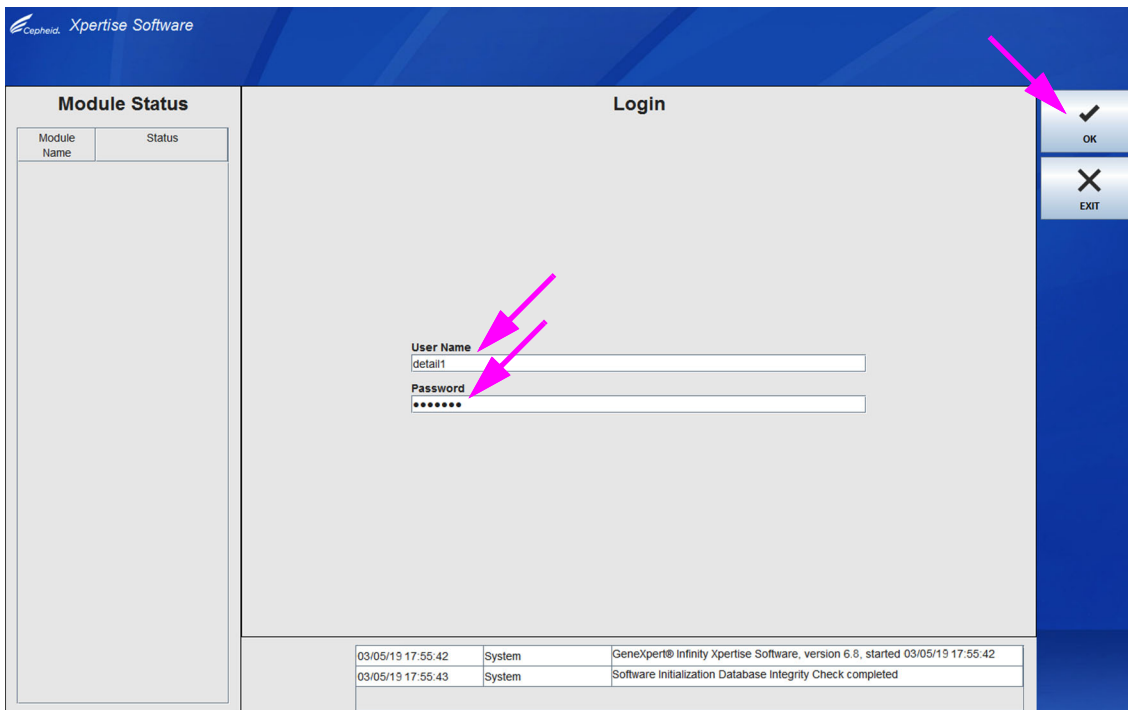
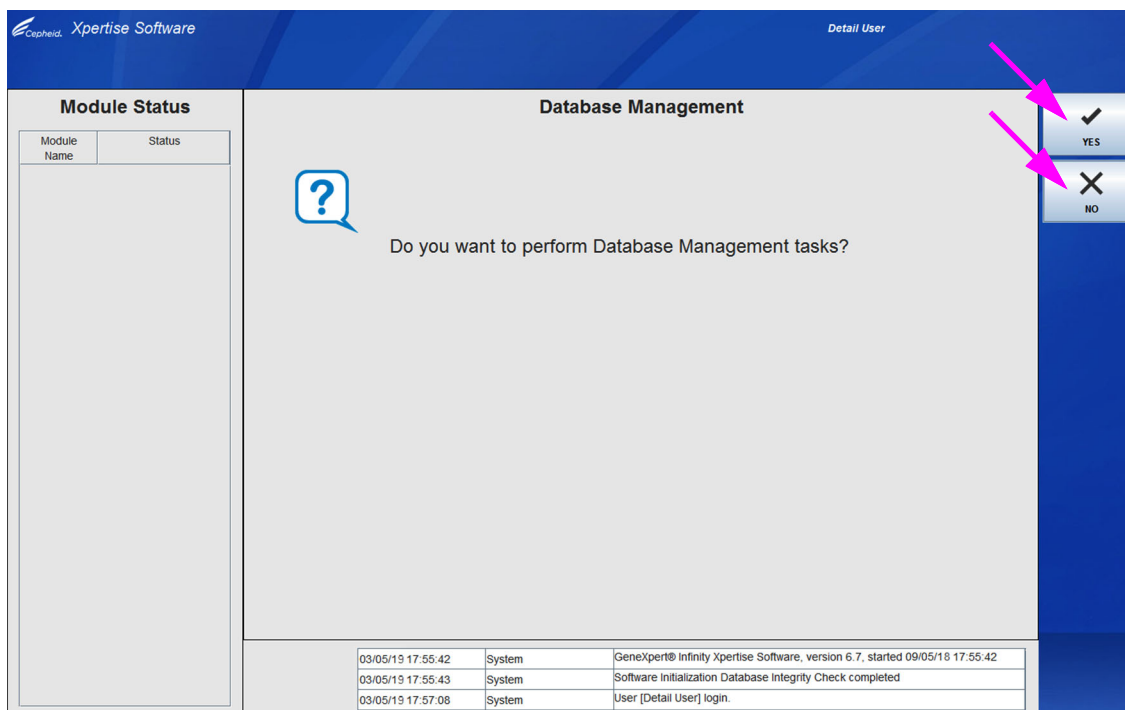
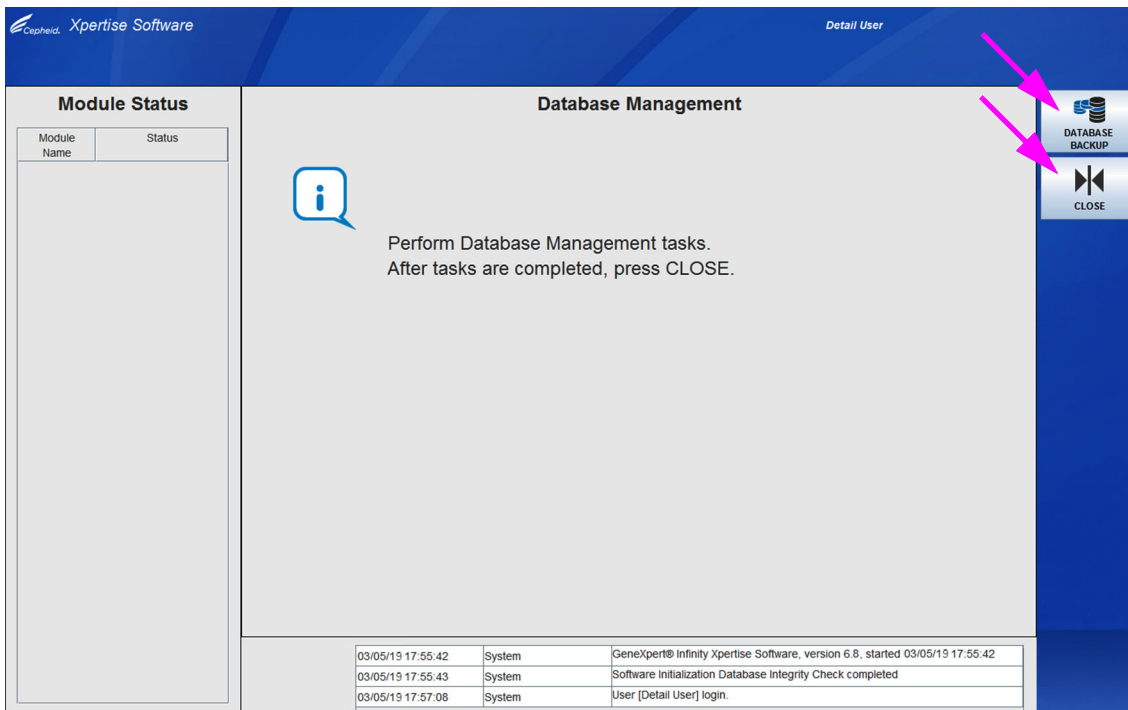

Figura 5-10. Área de trabalho Login (Iniciar sessão) do Xpertise
Figura 5-11. Área de trabalho Database Management (Gestão de base de dados) do software Xpertise
Figura 5-12. Área de trabalho Database Management (Gestão da base de dados)
Windows 7 e 10: O ecrã inicial do sistema GeneXpert Infinity surge momentaneamente (ver Figura 5-9), seguido da área de trabalho Login (Iniciar sessão) do Xpertise. Ver Figura 5-10.
De cada vez que o software Xpertise é iniciado, a área de trabalho Login (Iniciar sessão) é apresentada e pede um nome de utilizador e palavra-passe. Ver Figura 5-10. Na caixa **User Name (Nome de utilizador)**, escreva o seu nome de utilizador do sistema GeneXpert Infinity. Na caixa **Password (Palavra-passe)**, escreva a sua palavra-passe. Selecione o botão **OK** para iniciar sessão e iniciar o software. Depois de iniciar sessão com êxito, vai aparecer a área de trabalho Database Management (Gestão da base de dados). Ver Figura 5-11.
1. Se a caixa **Database Management Reminders (Lembretes de gestão da base de dados)** na área de trabalho System Configuration General (Configuração do sistema Geral) (ver Figura 2-25) **não** estiver assinalada, o lembrete da área de trabalho Database Management (Gestão da base de dados) (ver Figura 5-11) não será apresentado e não será necessária qualquer ação adicional. O software vai continuar a carregar e pode ir para a Secção 5.2.5.2 para prosseguir com a sequência de arranque.
2. Se a caixa **Database Management Reminders (Lembretes de gestão da base de dados)** na área de trabalho System Configuration General (Configuração do sistema Geral) (ver Figura 2-25) estiver assinalada, o lembrete da área de trabalho Database Management (Gestão da base de dados) (ver Figura 5-11) será apresentado a perguntar-lhe se quer efetuar tarefas de gestão da base de dados.
- A. Se selecionar **NO (NÃO)** na área de trabalho Database Management (Gestão da base de dados) (ver Figura 5-11), o software Xpertise continua a carregar e pode ir para a Secção 5.2.5.2 para prosseguir com a sequência de arranque.
- B. Se selecionar **YES (SIM)** na área de trabalho Database Management (Gestão da base de dados) (ver Figura 5-11), vai ser-lhe pedido para selecionar a tarefa que quer efetuar (ver Figura 5-12).
Dependendo dos privilégios do utilizador, poderão existir opções adicionais na área de trabalho Database Management (Gestão da base de dados). Ver Figura 5-12.
3. Siga as instruções da área de trabalho (ver Figura 5-12) e selecione o botão **DATABASE BACKUP (CÓPIA DE SEGURANÇA DA BASE DE DADOS)**. Consulte a Secção 5.7, Gerir dados de resultados de teste para obter instruções detalhadas sobre como efetuar as tarefas de gestão da base de dados que pretende.
5. Selecione o botão **CLOSE (FECHAR)** (ver Figura 5-12). Prossiga com a Secção 5.2.5.2.